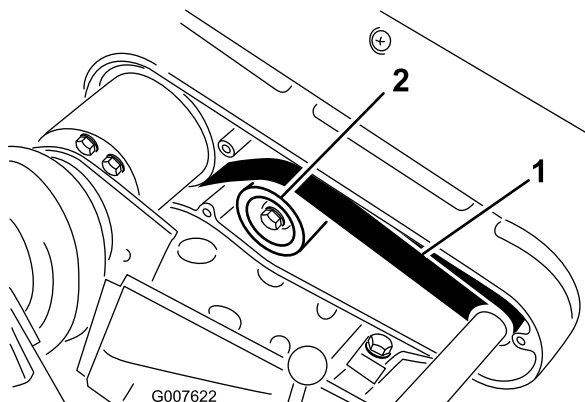

Figura 42
2. Controllate la tensione premendo la cinghia al centro tra le pulegge (Figura 42) con una forza di 22-26 N. La cinghia deve flettersi di 6 mm.
- A. Allentate il dado di fissaggio della puleggia tendicinghia e ruotate la puleggia in senso orario verso il retro della cinghia, fino a ottenere la tensione desiderata (Figura 42).